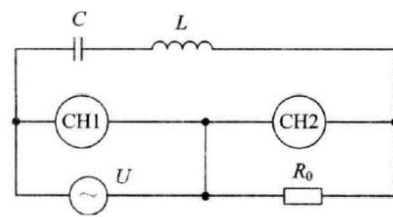

图 3-2-8 RLC 串联谐振曲线测量电路
(1) 测绘谐振曲线时应保持信号源的输出电压不变。信号源输出电压为 2V 以下，为便于计算，推荐值为 1V。电源的频率  $f$  可由 RLC 实验仪的频率计直接读出，电路电流由  $I = U_{R_0}/R_0$  算出。用交流毫伏表的两个通道分别测信号源电压  $U$  和电阻  $R_0$  的电压时须注意毫伏表两通道的地线是相通的，接入电路时应同一点上（共地），否则会造成短路。测量电路可参照图 3-2-8。